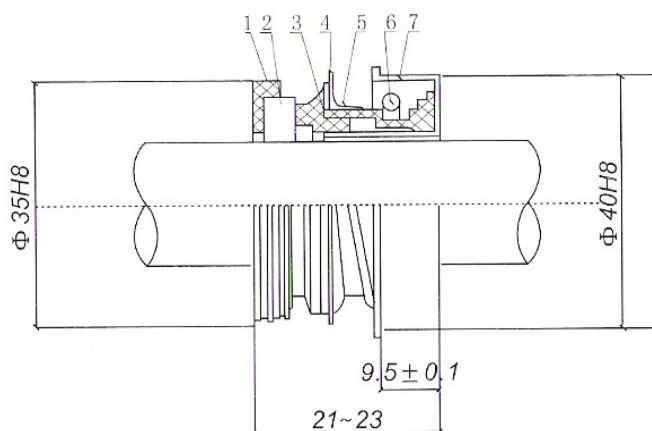

Fig. 2 – Diagrama etanseitatii masinii
- cand schimbati garniturile pompei asigurati-va ca ati aplicat un adeziv in locul unde se face conexiunea dintre fragmentul de otel nr 7 si carcasa pompei. Cand ati fixat nu loviti cu putere pentru a preveni ruperea in bucati.(fig 2)